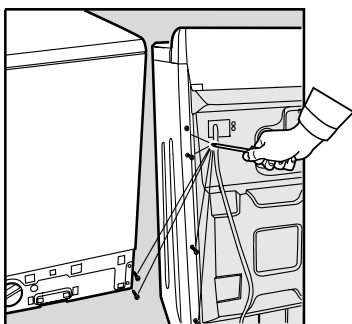

Рис.1
2. Снять плинтус и отвинтить 2 винта, расположенные внизу справа. Затем отвинтить 6 задних винтов слева и снять боковую панель, слегка наклонив ее наружу и потянув вверх (рис. 1 и 2).